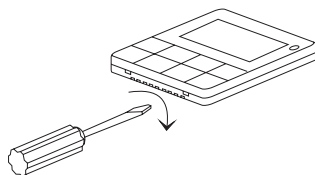

Рис.1
2. Как показано на рис. 1, используйте шлицевую отвертку для открытия корпуса пульт. Для этого аккуратно вставьте отвертку в паз на нижней торцевой поверхности пульта и слегка поверните. Постарайтесь не повредить корпус или плату пульта.